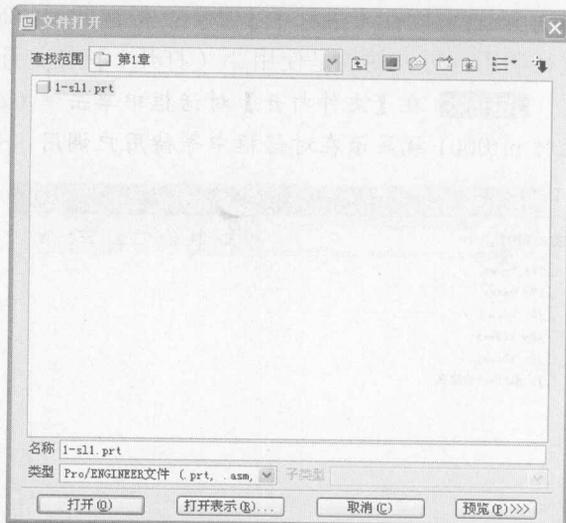
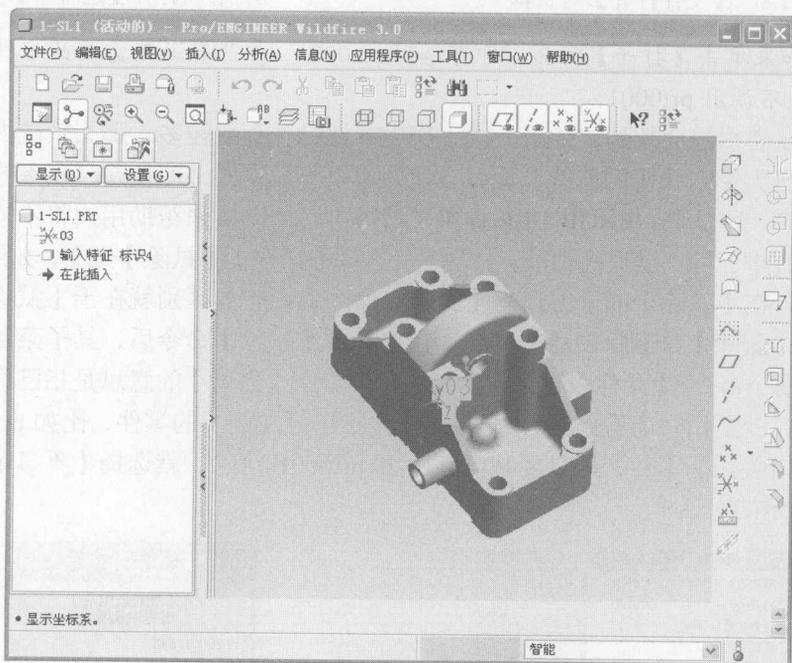

图 1.12 打开零件
图 1.13 零件界面
STEP 01 选择【文件】|【打开】命令或单击  (打开) 按钮，打开光盘目录中的底座零件 1-s11.prt，如图 1.12 所示。打开后的界面如图 1.13 所示。